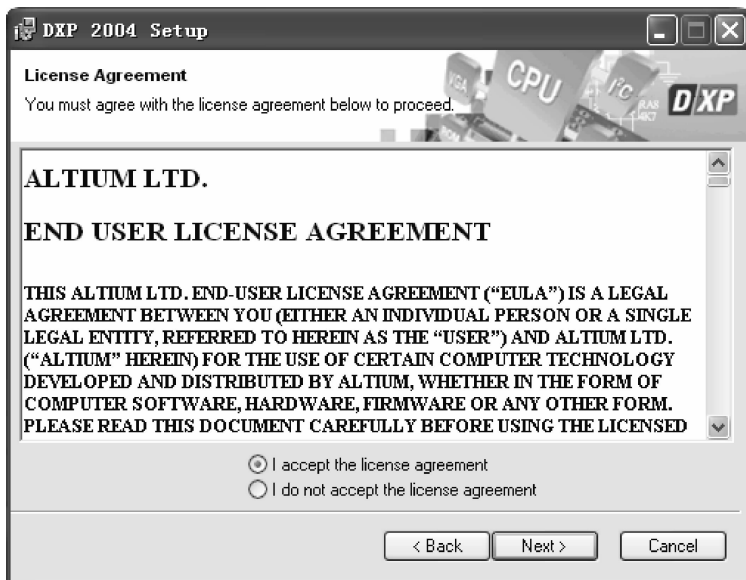

图 1-2 安装界面
(2) 步骤二 单击【Next】按钮，弹出【Protel DXP 2004】的协议对话框，选择【I accept the License agreement】选项，就正式进入安装界面，如图 1-2 所示。